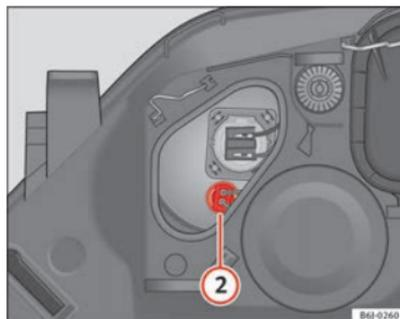

Fig. 152 Luz de posición
- Extraiga el conector ⇒ fig. 152 ② tirando hacia afuera.